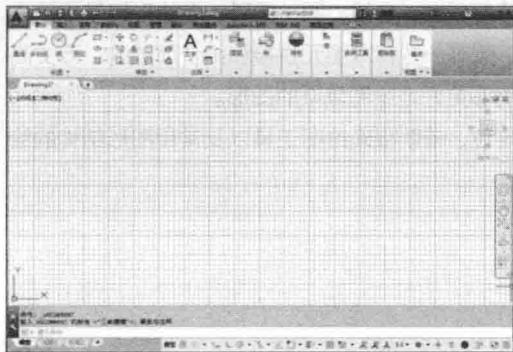

图 1-1 AutoCAD 2016【草图与注释】工作界面
step02 启动 AutoCAD 2016 软件后，选择【草图与注释】作为初始工作空间，即可进入如图 1-1 所示的工作界面。